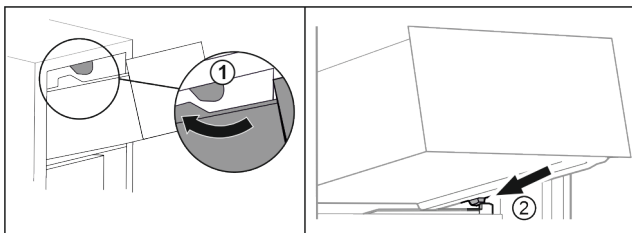

Fig. 14
- Schubfach um die oberen Stopper herumführen. Fig. 14 (1)
- Schubfach schräg hinter den unteren Stoppern auf Behälterrippe aufsetzen. Fig. 14 (2)